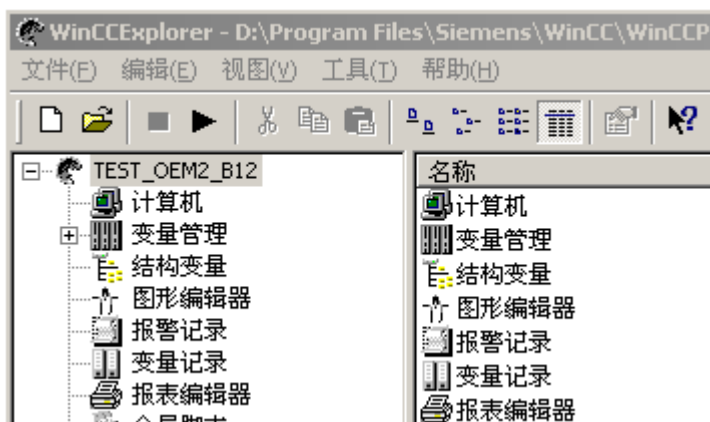
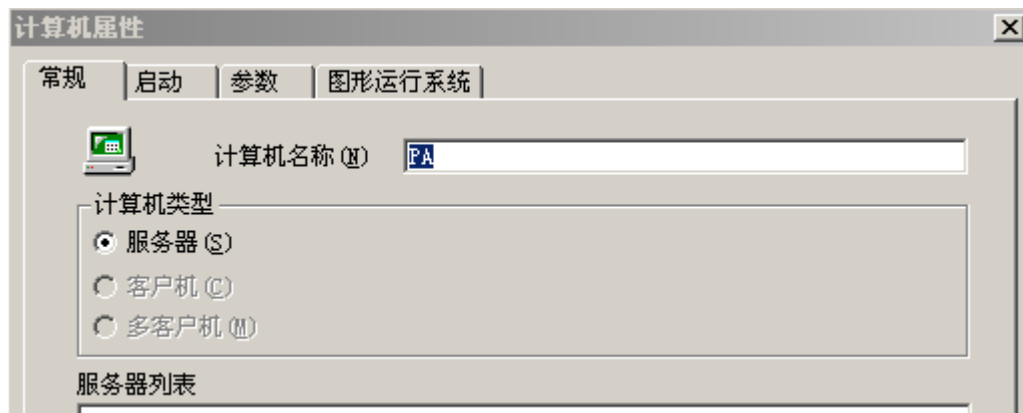
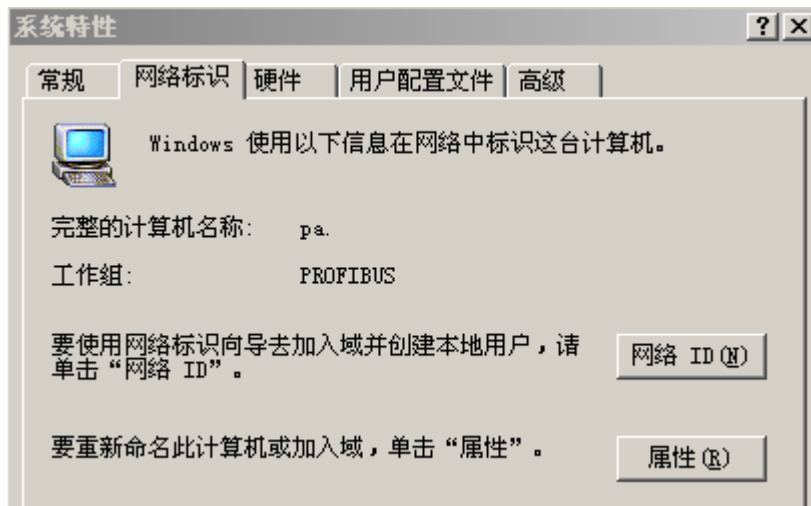

图 3.2 WinCC 资源管理器
图 3.3 计算机属性
图 3.4 系统特性
然后，给该项目命名为 DSdemo，出现如下画面，如图 3.2 所示。
选择图 3.2 中左侧树形列表中的“计算机”，点击鼠标右键，在弹出的菜单中选择“属性”，出现“计算机列表属性”对话框，点击该对话框的“属性”按钮，出现图 3.3 所示画面。
在图 3.3 中的“计算机名称”栏的内容必须与本机计算机名称一致。本机计算机名称可以在“控制面板”中的“系统”中察看，如图 3.4 所示。
在图 3.2 中选择“变量管理器”，鼠标右键，在弹出的菜单中选择“添加新的驱动程序”，在弹出的选择框，选择“PROFIBUS DP.CHN”文件，出现图 3.5 所示画面，如图选择，鼠标右键，在弹出的菜单中选择“新建驱动程序连接”，出现图 3.6 所示画面。
(1)在图 3.2 中选择“图形编辑器”，鼠标右键，“打开”图形编辑器，在右侧的“对象选项板”内选择“输入/输出域”对象，将鼠标移至空白面板上，图 3.12 所示。